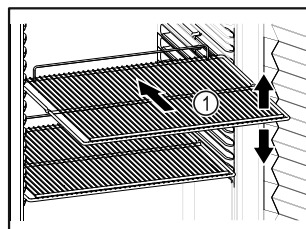

Fig. 54
- Indien de legroosters Fig. 54 (1) verplaatsbaar zijn, deze aan de hoogte aanpassen.